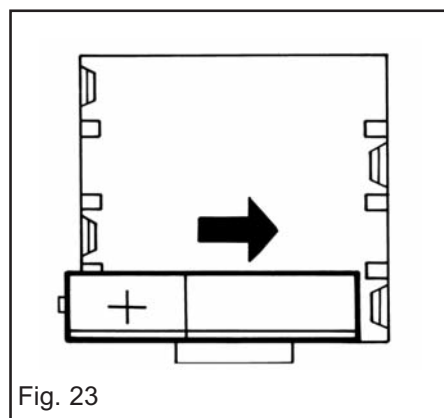

Fig. 23
- Remettre en place les piles en commençant par celle du bas et en remontant (figure 23). Veiller à ce que la borne négative (-) des piles se trouve bien sous les languettes de positionnement à l'intérieur du compartiment avant d'appuyer sur la borne positive pour la mettre en place.